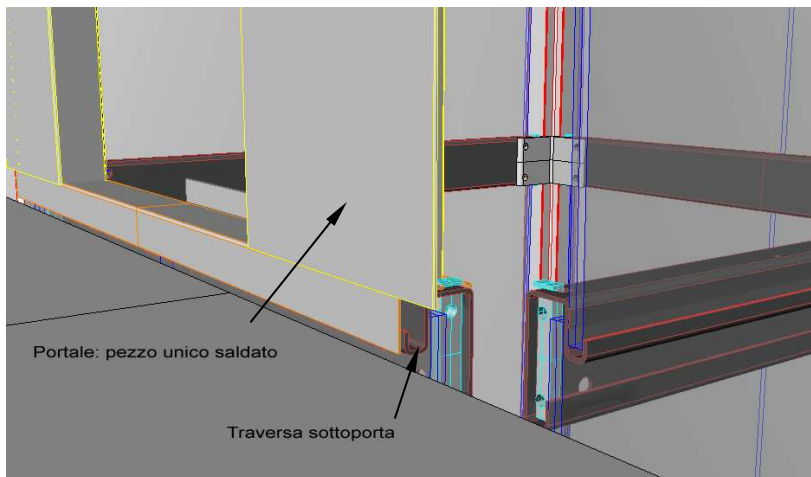

Fig. 11.4
- ✓ Sequenza di appoggio del portale sulla traversa Fig. 11.3 – Fig. 11.4